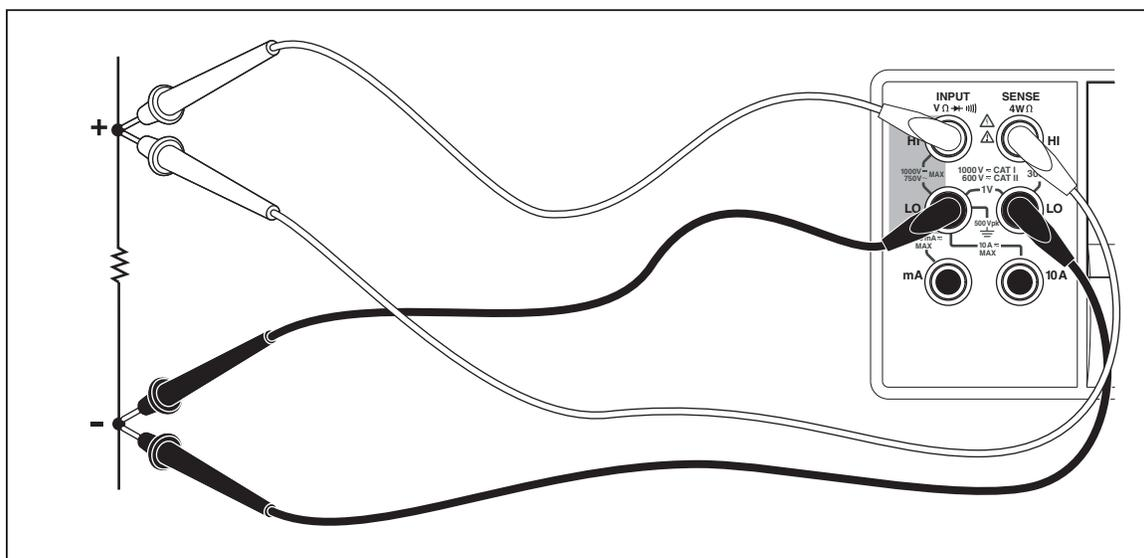

図 3-6. 4 線式抵抗測定
1. 図3-6に示すように被測定抵抗（回路）にテスト・リードを接続します。